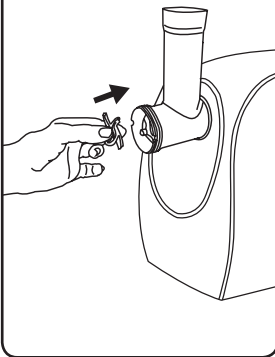

Fig. 5
- Insertar una de las tres placas de corte en el tornillo sin fin, encajando los salientes de la placa de corte con las muescas del borde de la embocadura del cabezal picador (Fig. 5)